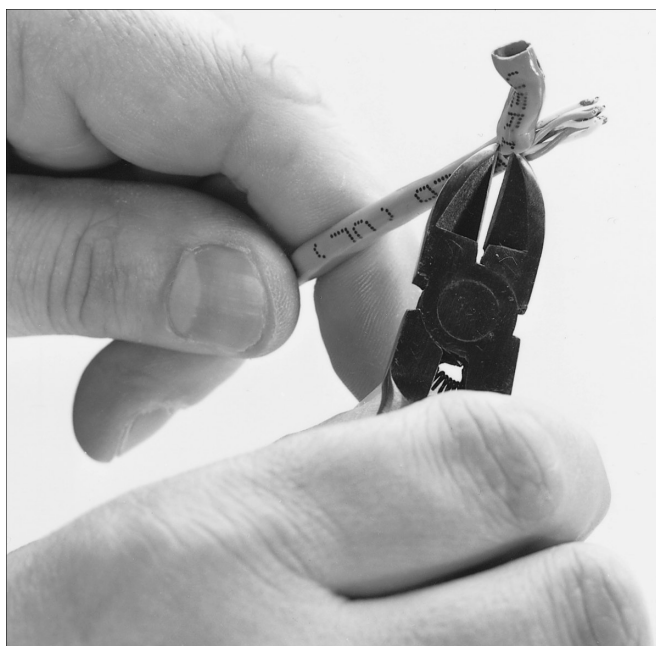

Рис. 20.18. Аккуратно снимите внешнюю изоляцию, чтобы открылись четыре пары проводов
4. С помощью кусачек снимите внешнюю изоляцию, чтобы добраться до пар проводов (рис. 20.18); покрутите провод и снимите всю изоляцию. Делайте это аккуратно,